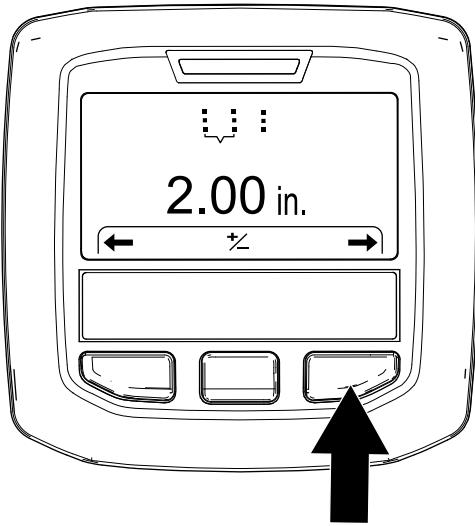

Figura 48
4. Pulse el botón derecho del InfoCenter para mostrar la pantalla Setting the Hole Spacing (Ajuste del espaciado de las perforaciones) (Figura 48).
- Pulse el botón derecho del InfoCenter para mostrar la pantalla Setting the Tine Diameter (Ajuste del diámetro de los taladros) (Figura 48).